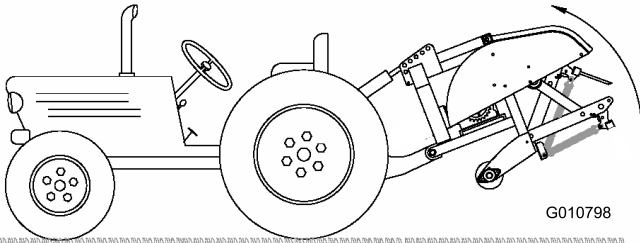

Рисунок 11
2. Полностью поднимите аэратор и полностью втяните гидроцилиндр верхней тяги или верхнюю тягу механизма навески тягового блока (Рисунок 11).